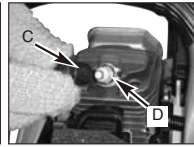

Fig. 18B
3. Ta bort tändhatten (C) från tändstiftet (D) genom att samtidigt dra och vrida (Fig. 18B).